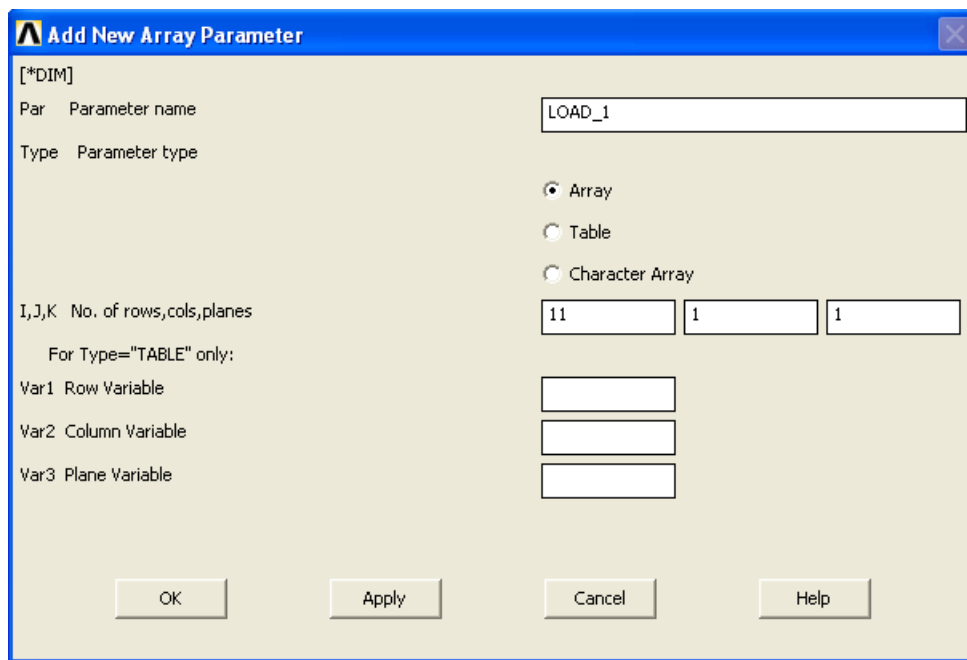

Рисунок 77. Окно *Add New Array Parameter*
- Необходимо нажать кнопку *Add...* и в окне *Add New Array Parameter* (Рисунок 77) в поле *Par* ввести имя массива (в данном случае *LOAD_1*), в котором будут заданы одиннадцать значений нагрузки, т.е. будем использовать массив из одиннадцати строк. Для этого необходимо ввести *11* в первое поле ввода раздела *I,J,K No. of row, column, planes*.
- В окне ***Array Parameters*** выбираем ***LOAD_1***, нажимаем кнопку ***Edit...*** и в окне ***Array Parameter LOAD_1*** (Рисунок 77) задаем «пилообразное» изменение нагрузки (Таблица 1).